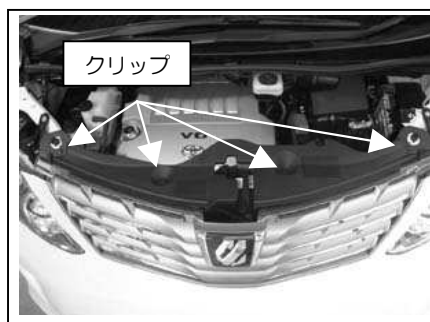

図 1
- ①クリップ 4ヶ所を外しグリル上のカバーを取り外し、バッテリーを取り外します。図 1 参照